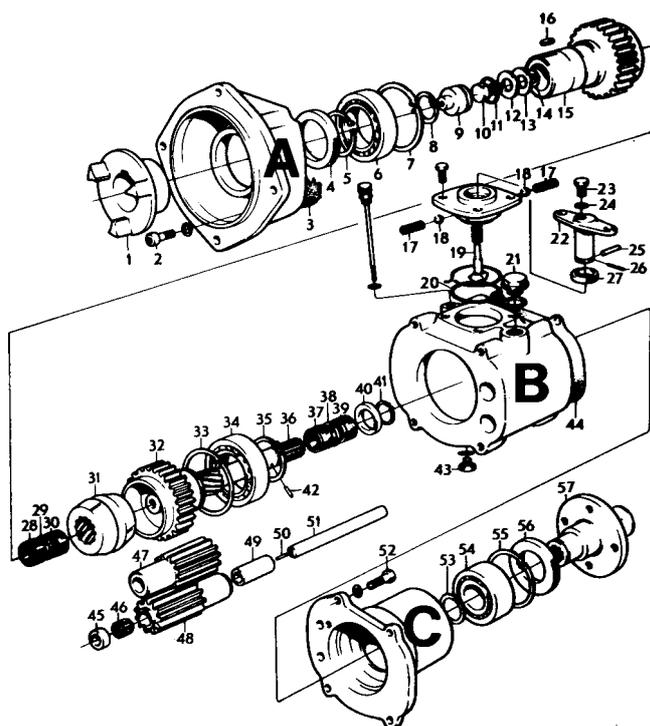
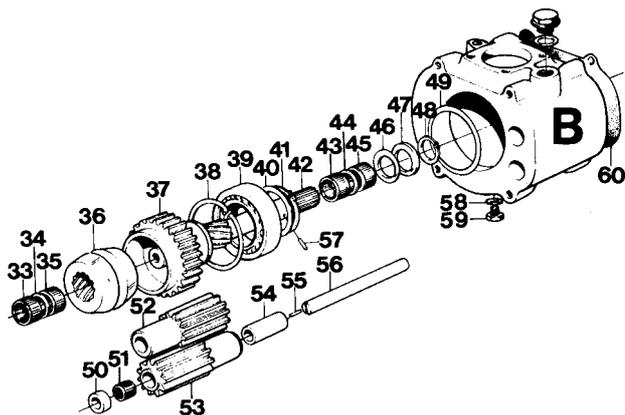

Fig. 1. Inverseur type MS, sans réducteur
Fig. 5
2. Vider l'huile de l'inverseur en enlevant le bouchon de vidange (voir 43, fig. 1). Enlever la jauge d'huile et le bouchon de remplissage. **ATTENTION** : Il existe un joint de cuivre sur l'inverseur d'ancien modèle. Ce joint doit être jeté et remplacé par un joint aluminium.
3. Enlever les quatre vis de fixation du mécanisme de commande et soulever le couvercle jusqu'à pouvoir saisir le patin de glissement (19) par les doigts d'une main. Déposer ensuite tout le mécanisme.
4. Poser l'inverseur verticalement, côté de raccordement au moteur vers le bas. Enlever les quatre vis (52) et déposer le carter arrière. **REMARQUE** : Récupérer les cales au carter arrière (concerne inverseur MSB). Si l'inverseur est équipé d'un réducteur, déposer plutôt ce dernier. Enlever le joint (44). Au plan de joint entre le carter arrière (ou réducteur) et le carter intermédiaire, on peut voir les extrémités de deux arbres. Fixer ces derniers par un bout de ruban adhésif par exemple pour les empêcher de tomber quand on retourne l'inverseur.
6. Enlever le circlips (8) et sortir la douille (9) en se servant de l'outil 884490. (Concerne seulement MS.)
**REMARQUE** : Il n'y a pas de gorge à circlips sur MSB. Démontez la douille en essayant de la déloger avec précaution avec un tournevis par exemple. Extraire le flasque d'entraînement (1) au moyen d'un extracteur.
7. Enlever les quatre vis (2) d'assemblage du carter intermédiaire avec le carter avant.
8. Débloquer la vis (10) et la desserrer de 2 à 3 tours.
9. Retourner l'inverseur et le poser sur la bride du carter avant. Retirer ensuite le circlips (41) et enlever la rondelle (40) s'il s'agit de l'inverseur MS (ou rondelles 46 et 47, fig. 5., s'il s'agit d'un inverseur MSB). Avec une pince retirer la goupille de positionnement (42) de l'arbre (36).
10. Frapper légèrement avec un maillet de caoutchouc sur le carter intermédiaire de manière à le détacher du carter avant. Déposer ensuite avec précaution le carter intermédiaire en le retirant verticalement vers le haut. Veiller à ce que les arbres (51) ne tombent pas hors du carter intermédiaire. Coller un petit bout de ruban adhésif aux extrémités des arbres afin de maintenir ces derniers en place. Récupérer les roulements à aiguilles (37 et 39) et la rondelle entretoise (38).
11. Déposer le manchon d'accouplement (31) de l'arbre. Vérifier les quatre éléments principaux qui ont été désassemblés : carter avant, carter intermédiaire, réducteur ou carter arrière et mécanisme de changement de marche. En cas d'incident de fonctionnement à l'inverseur, il faut désassembler complètement ce dernier pour vérification. En cas de défaut peu important, et quand il est possible de localiser ces incidents dans l'un de ces quatre éléments essentiels, il suffit de désassembler ce dernier (prière de se référer au titre correspondant)
2. Extraire l'arbre (36, fig. 1). **REMARQUE** : noter les roulements à aiguilles (28 et 30) et la rondelle entretoise (29).
1. Enlever les bouts de ruban adhésif et extraire les axes (56, fig. 5) des satellites (52 et 53). Sortir les roulements (51) et les douilles d'écartement (54) en les repoussant du doigt.
2. Vérifier tous les roulements, les bagues et les pignons du carter intermédiaire. Vérifier l'état de la garniture de frottement dans le pignon (37). Etant donné que ces garnitures ne sont pas livrées séparément à titre de pièces de rechange, il convient de remplacer le pignon en entier, c'est-à-dire avec garniture. S'il est nécessaire de remplacer les pignons (37, 52 et 53) ou le roulement (39), effectuer les opérations 4 à 8 ci-après. Etant donné que le roulement (39) est toujours soumis à de fortes tensions lors du démontage, il faut le jeter et le remplacer par une pièce neuve.
3. Remonter en place les axes de satellites (56), les douilles d'écartement (54), le roulement (51) et les bagues (50).
4. Enlever le circlips (41). REMARQUE : récupérer les cales (40).
5. Extraire le roulement (37) en se servant du mandrin 884263. Veiller à ce que les dents du pignon s'engagent bien dans les entredents des satellites.
6. Enlever le circlips (38).
7. Extraire le roulement (39) au moyen du mandrin 884168. REMARQUE : récupérer les cales (49).